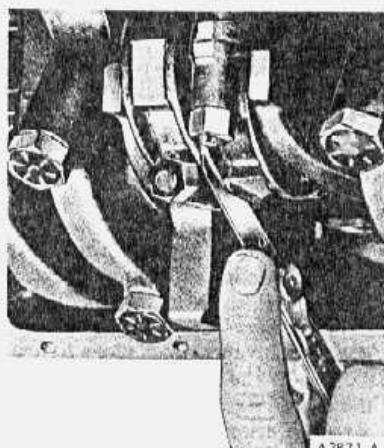

fig. 33 — verificação da folga lateral da biela
9. Após a instalação do conjunto êmbolo e biela, verificar a folga axial entre a biela e o moente da árvore de manivelas (fig. 33).
19. Após a instalação da biela, verificar a folga lateral entre biela e árvore de manivelas (fig. 33).